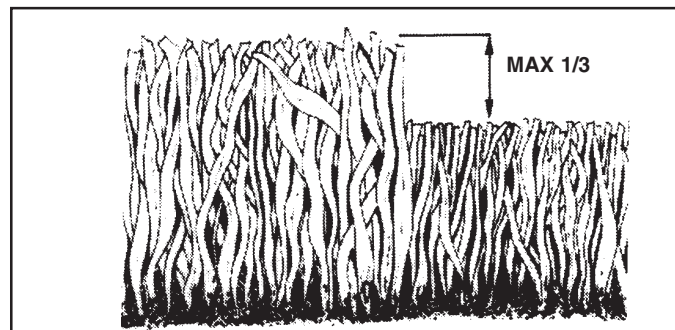

FIG. 11
- Pour les meilleurs résultats, ajustez la hauteur de coupe de tondeuse afin que la tondeuse coupe seulement le tiers du haut de l'herbe (Voyez la Fig. 11). Pour les conditions de broyer de l'herbe très difficiles, réduisez votre largeur de la coupe sur chaque passage et tondez lentement.